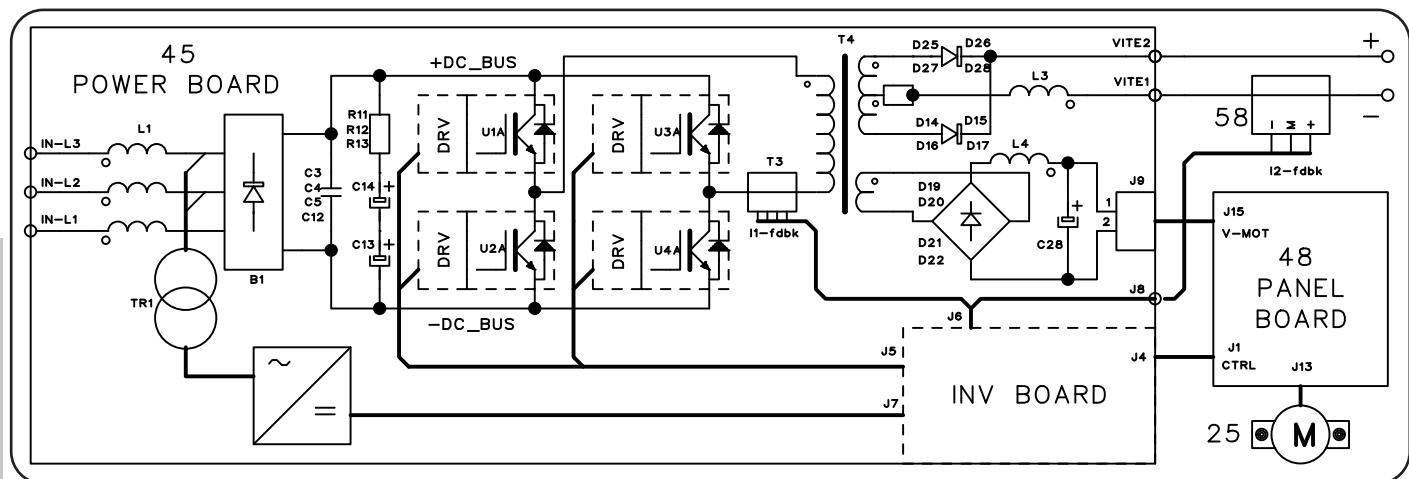

Fig. 2.3.1 (art. 323)
Più precisamente nella scheda potenza (45) si possono identificare (Fig. 2.3.1, 2.3.2):
- l'inverter ad igbt, che genera la tensione alternata ad onda quadra per il trasformatore di potenza T4, montato anch'esso sulla scheda potenza (45);
- art. 323, vedi Fig. 2.3.1 e Mappa connettori, par. 5.6: